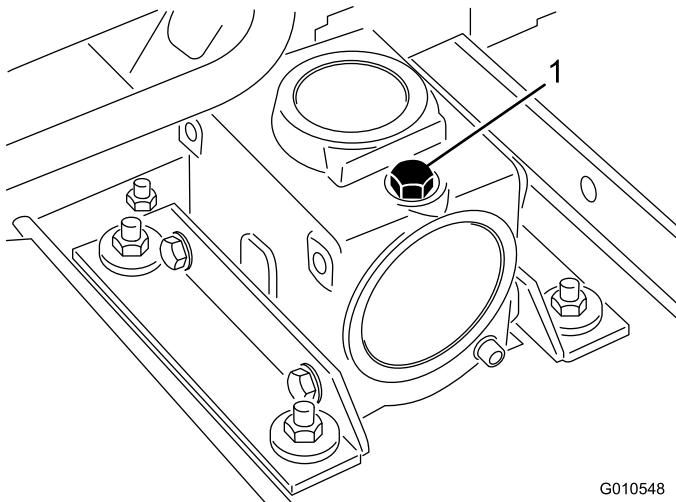

Figura 23
- 2. Parcheggiate la macchina e l'apparato di taglio su una superficie piana e abbassate l'apparato di taglio. Togliete il tappo di riempimento/asta di livello da sopra gli ingranaggi (Figura 23) e verificate che il lubrificante si trovi tra i segni riportati sull'asta. Se il lubrificante è insufficiente, aggiungete lubrificante per ingranaggi SAE 80-90 fino a portarne il livello tra i segni. La capienza della scatola ingranaggi è di 283 ml.